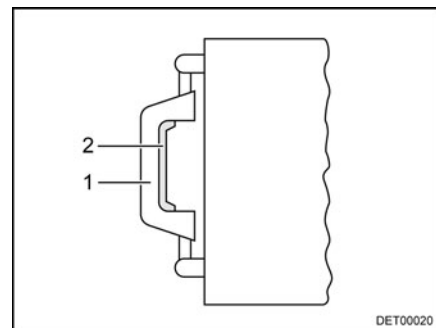

Fig. 58 Lanterneau, poignée
- Appuyer sur le verrou (Fig. 58,2) vers l'intérieur du lanterneau. Pousser le lanterneau simultanément vers le haut par la poignée (Fig. 58,1).
- Tirer fortement le lanterneau vers le bas par les deux poignées (Fig. 58,1) jusqu'à ce que les deux poussoirs s'encliquettent.